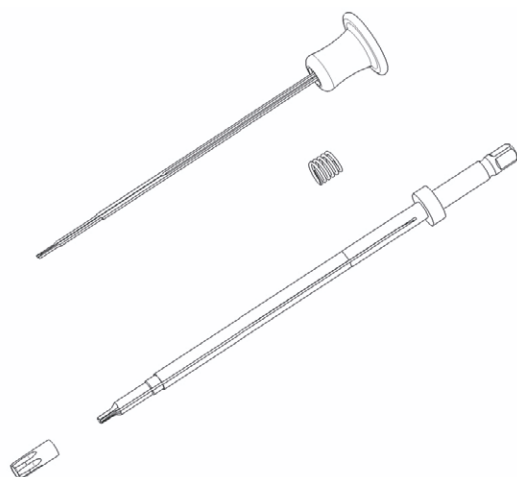

Fig. 10 Vista expandida da chave de parafusos poliaxiais com autorretenção S⁴ Cervical
- ▶ Fazer deslizar o botão com linguetas de retenção para a haste da chave de parafusos de modo a que as linguetas de retenção encaixem nas ranhuras da haste da chave de parafusos, ver Fig. 10.
6.4 Persuasor de haste (26)